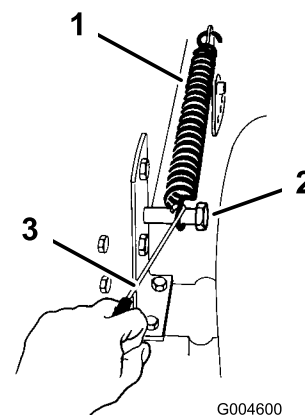

Bild 36
- Entfernen Sie die Feder des Schnitthöhenhubs mit dem mit dem Traktor mitgelieferten Federwerkzeug von der Befestigungsschraube (Bild 36).
19. Haken Sie die Feder des Schnitthöhenhubs an der Befestigungsschraube ein (Bild 36). Verwenden